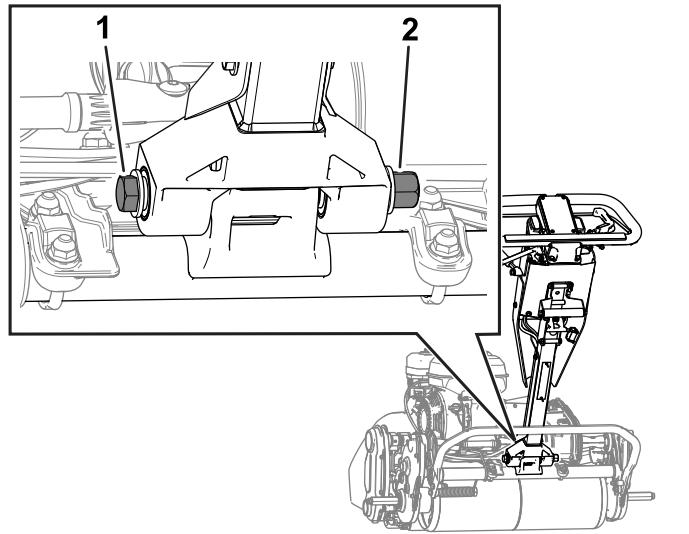

Figura 37
2. Afloje el perno y la tuerca, como se muestra en la Figura 37.